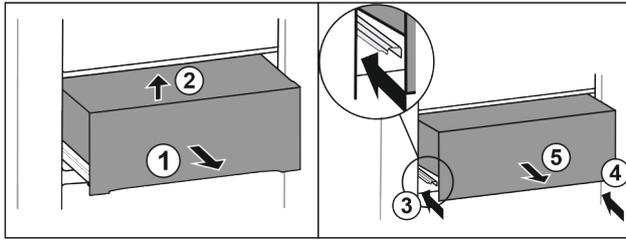

Fig. 28\*
- ▶ Schubfach halb herausziehen Fig. 28 (1).\*
- ▶ Vorne anheben Fig. 28 (2).\*
- ▶ Linke Schiene einschieben Fig. 28 (3).\*
- ▶ Rechte Schiene einschieben Fig. 28 (4).\*
- ▶ Schubfach nach vorne entnehmen Fig. 28 (5).\*